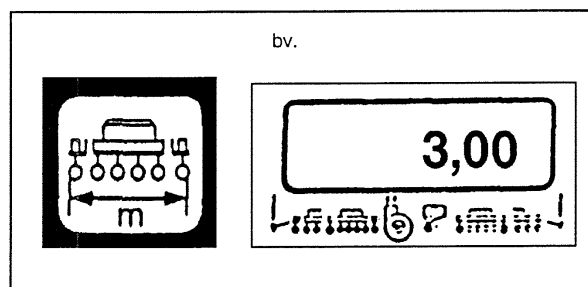

fig.2
4.2.2 De toets "werkbreedte" (fig.2)